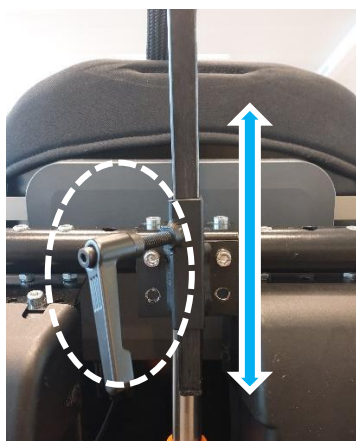

Figure 10. Support carré de 16 x 16 mm.
2. Insérez la barre verticale du CoMoveIT Smart dans le support situé à l'arrière du siège du fauteuil roulant et serrez la molette. Le CoMoveIT Smart s'adapte à tout type de support carré de 16 x 16 mm. Voir la figure 10. CoMoveIT propose une pince de fixation spécifique pour les fauteuils roulants Permobil et Ottobock, qui peut également convenir à d'autres marques de fauteuils roulants. La pince de fixation doit être achetée séparément de votre appareil.